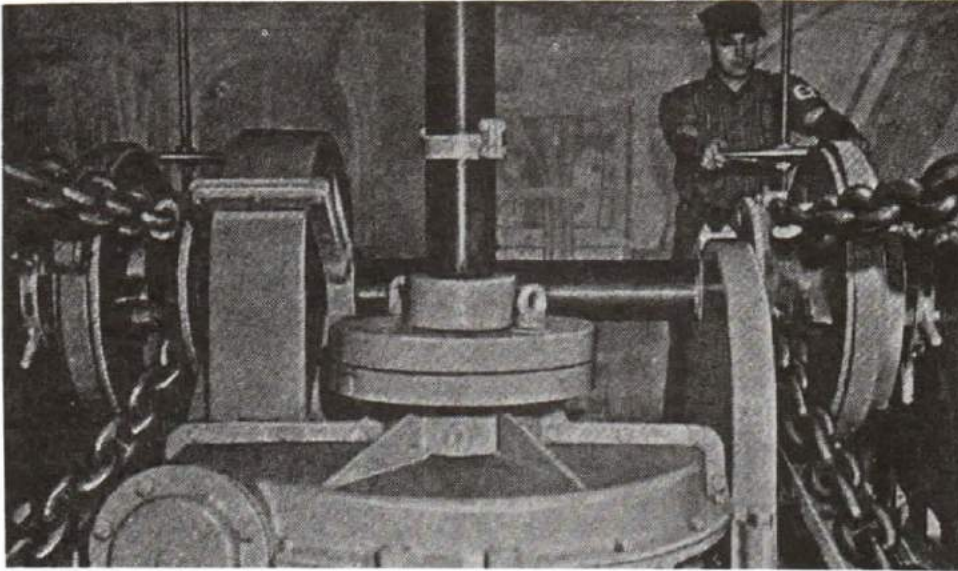
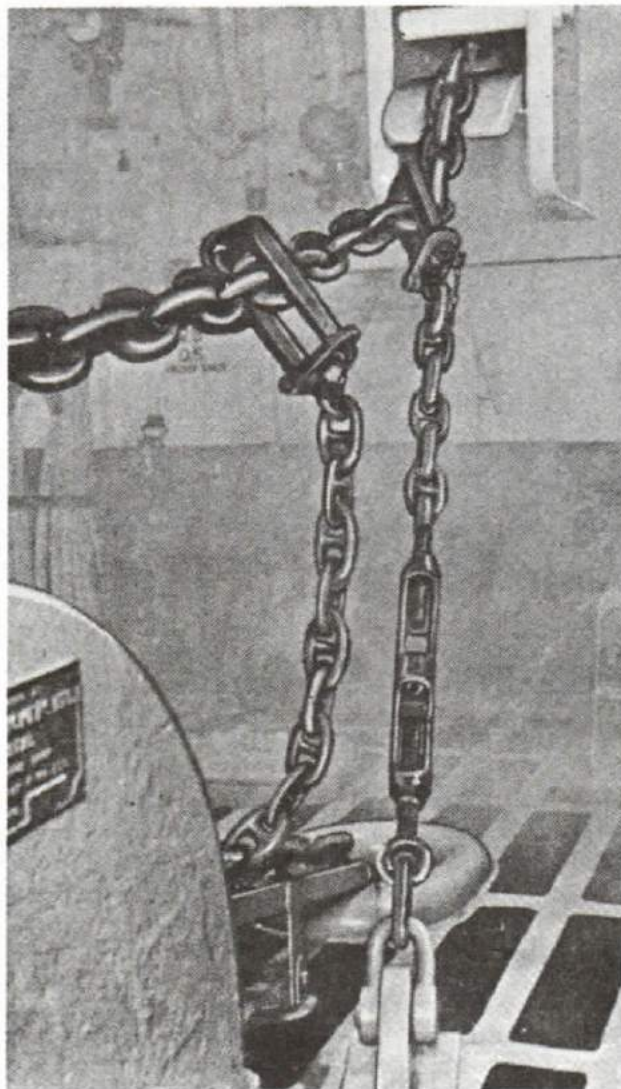

Figure 11-66
Figure 11-67
25. Immediately forward of the windlass, see Figure 11-66, is the Blake slip, secured to the deck by means of a deck clench. Forward of the Blake slip is the Screw slip. See Figure 11-67.
25. Immédiatement sur l'avant du guindeau se trouve la bosse Blake, fixée au pont à une attache. Devant la bosse Blake se trouve la bosse à ridoir (voir la figure 11-67).